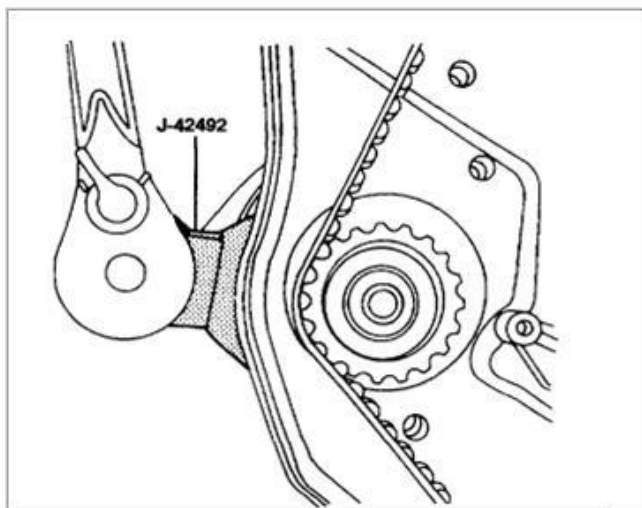

Рис. 5
4. Проверните насос против часовой стрелки, используя специальное приспособление Gates (GAT V501A) или оригинальное приспособление (J-42492 или KM-421-A), чтобы ослабить натяжение ремня (см. рис. 5).